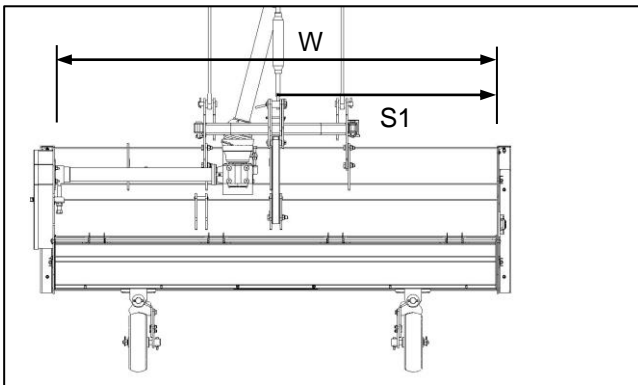

Fig. 6
- ✔ Standard offset position (Fig. 6)  $S1 = \text{Working width (W)} - 500 \text{ mm}$ .
- ✔ Standaardkontraposisie (Fig. 6)  $S1 = \text{Werkswydte (W)} - 500 \text{ mm}$ .